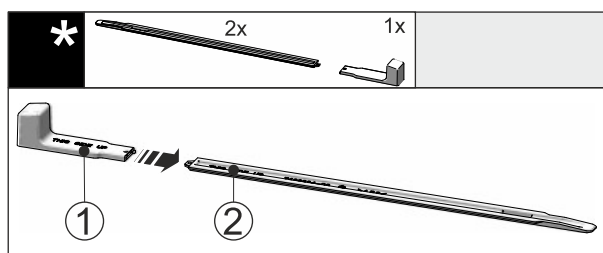

Fig. 46
- Inserire l'impugnatura di montaggio Fig. 46 (1) sulla guida di livellamento Fig. 46 (2).